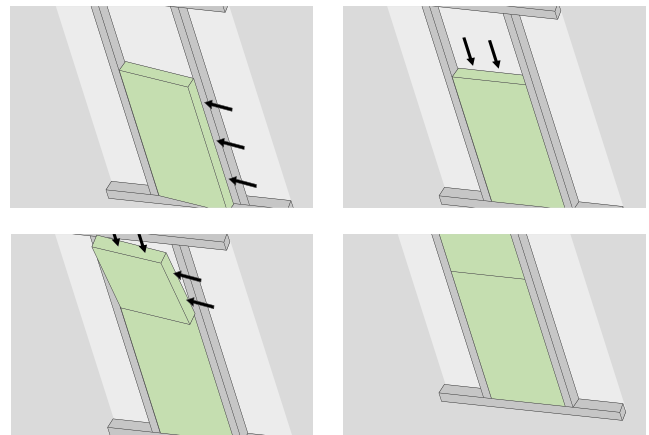

Abb. 11: Verlegeprinzip PAVAFLEX-PLUS (schematische Darstellung)
**PAVAFLEX-PLUS als Zwischensparrendämmung** (Abb. 11) Zuschnitt mit geeigneten Maschinen (siehe unter Kapitel 2, Seite 15).